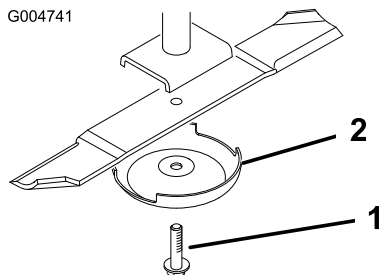

Figura 89
3. Togliete il bullone, la coppa antistrappo e la lama dall'asse del perno (Figura 89).